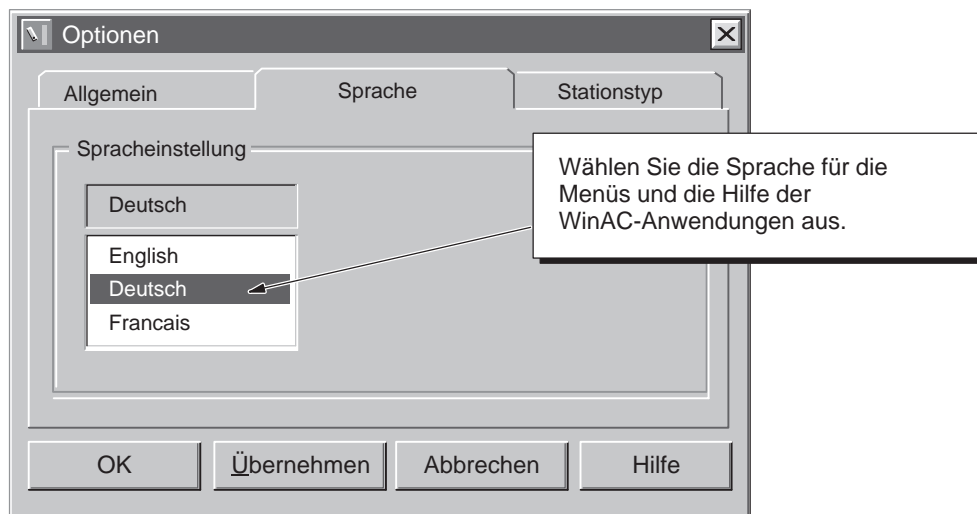

Bild 4-17 Einstellen der Sprache für das CPU-Panel und die Hilfe
3. Wählen Sie die Sprache für das CPU-Panel (Deutsch, Englisch oder Französisch) (siehe Bild 4-17).